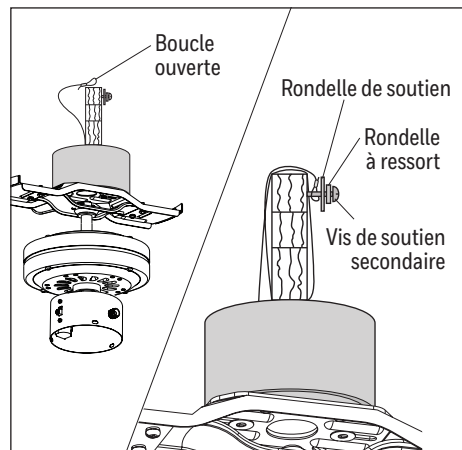

Figure 3.2
2. Insérez partiellement la vis de soutien secondaire, la rondelle de ressort secondaire et la rondelle de soutien dans le côté de l'entretoise fixée au plafond. Faites ensuite passer le câble tressé pardessus l'entretoise du plafond et placez la boucle ouverte du câble tressé autour de la vis de soutien secondaire. **Remarque :** Il est possible que vous ne puissiez pas accéder à l'entretoise du plafond par en dessous. Il faudra alors y accéder par-dessus. **Important :** Le câble tressé doit effectuer un tour complet autour de l'entretoise pour que le ventilateur soit fixé (Figure 3.2).